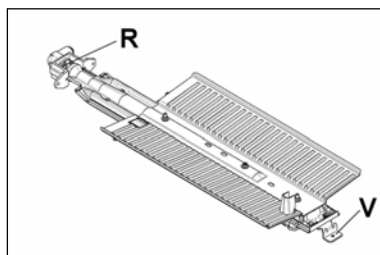

Fig 9
2. Svitare la vite **V** e sfilare il bruciatore dal supporto facendo attenzione a non danneggiare la candela di accensione e la termocoppia (**Fig.9**).